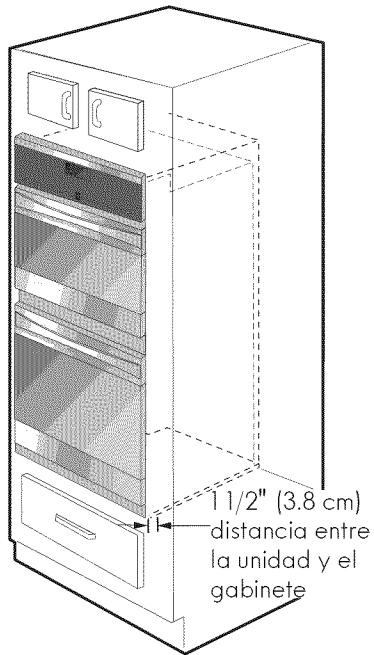

Figura 5
- 5 Insertar el horno en la abertura del gabinete. Deslizar el horno hacia dentro dejando $1\frac{1}{2}$ " (3,8 cm) de espacio libre entre el horno y la parte delantera del gabinete (ver la Figura 5).